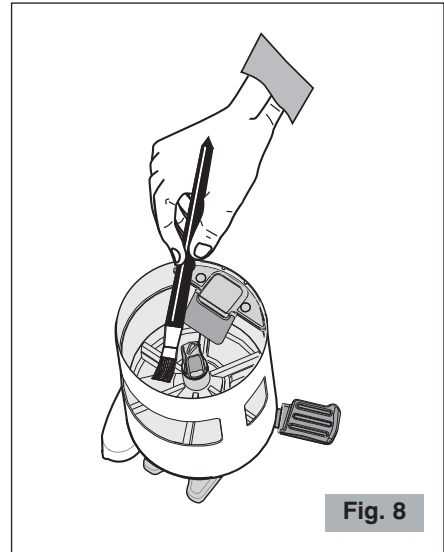

Fig. 8
- Utilizar un cepillo o el pincel en dotación (Fig. 8) para limpiar las zonas más escondidas en su interno o un paño seco para las otras superficies.